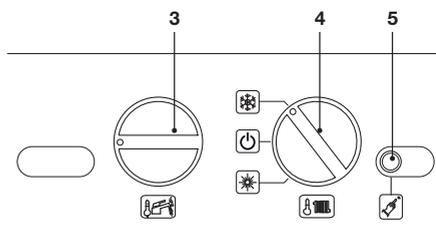
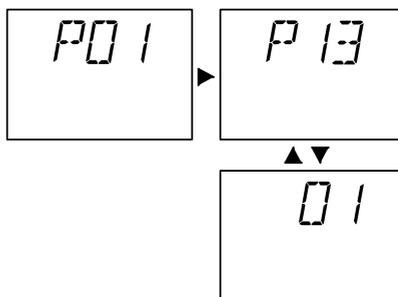
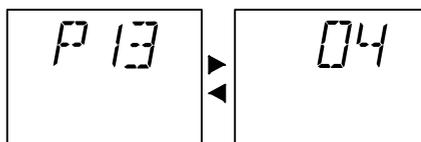

Рисунок 5.38
Рисунок 5.41
Рисунок 5.42
- Прежде чем включить электропитание котла, установите регулятор 4 так, как показано на рисунке (см. Рисунок 5.38).
- Нажмите кнопку сброса 5 (Рисунок 5.38) и пролистайте параметры до P13, предназначенного для настройки режима работы насоса. На ЖК-дисплее последовательно отобразятся следующие символы (параметр P13 будет загораться поочередно с цифрой 01) (см. Рисунок 5.41).
- Чтобы изменить настройку, поверните регулятор 3 (Рисунок 5.38) и установите его в выбранном положении (Рисунок 5.42: регулятор установлен в положение «Режим насоса ВКЛ.»). На ЖК-дисплее параметр P13 загорается по очередно 04.